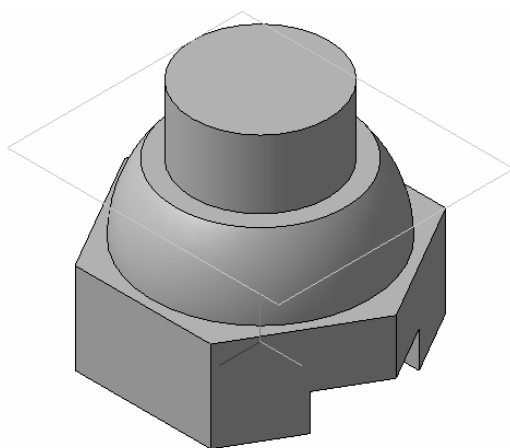

Рис. 39. Окончательный вариант построения модели
4. Вернемся к ориентации осей «Изометрия YZX», при этом изображение детали должно соответствовать рис. 39.